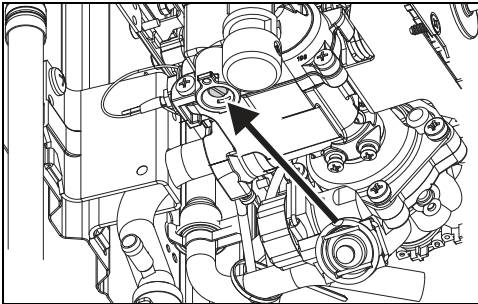

Fig. 13 Vite per regolazione della pressione massima
- ▶ Togliere il sigillo della vite (Fig. 13).
- ▶ Regolare la pressione mediante la vite (Fig. 13) attenendosi ai dati di pressione esposti nella tabella 6.